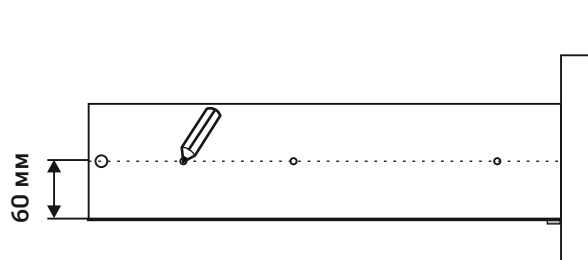

Рис.9
1. Провести линию карандашом на боковых стенках ящиков (левых, п.15 (4 шт) и правых, п.16 (4 шт)), совмещая существующие накладки. При этом, расстояние от нижней кромки боковых стенок ящиков до линии должно быть одинаковым (см. рис.9)